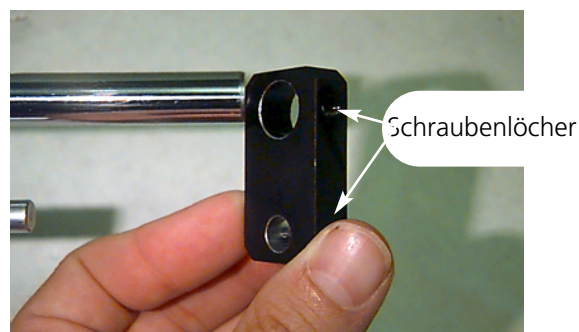

**Abbildung 4-25**
3. Wenn Sie einen Weitwinkelkappenrahmen verwenden, erscheint die Meldung Weitwinkelantriebswelle; drücken Sie die Taste . Den Weitwinkelantrieb von der Maschine entfernen. Die Flusen von der Antriebswelle wischen (siehe Abb. 4-25).